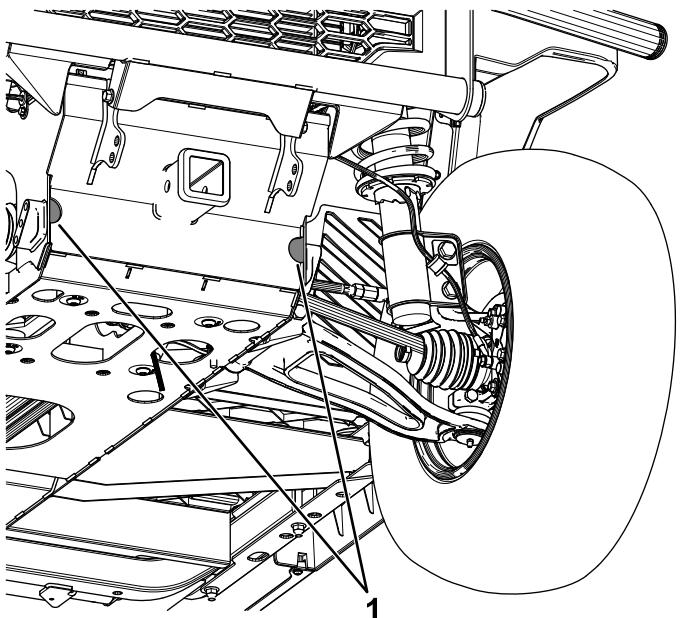
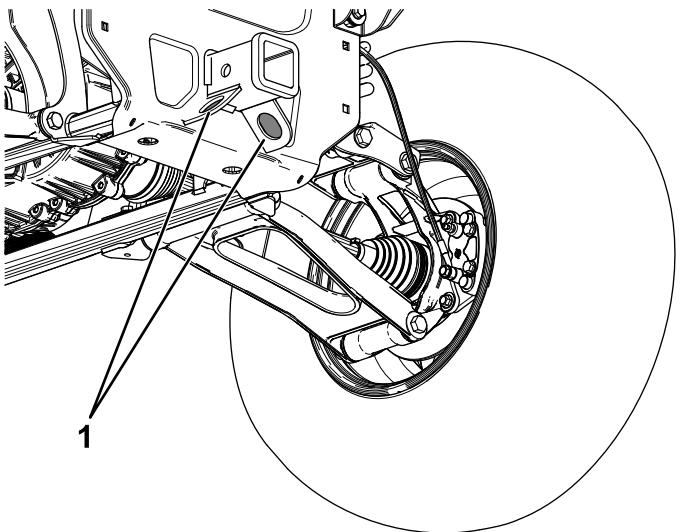

Figure 49
Figure 50
L'emplacement des points d'arrimage sur la machine est indiqué à la Figure 49 et la Figure 50.
1. Accrochez un câble de remorquage à la flèche d'attelage à l'avant du cadre de la machine (Figure 49).